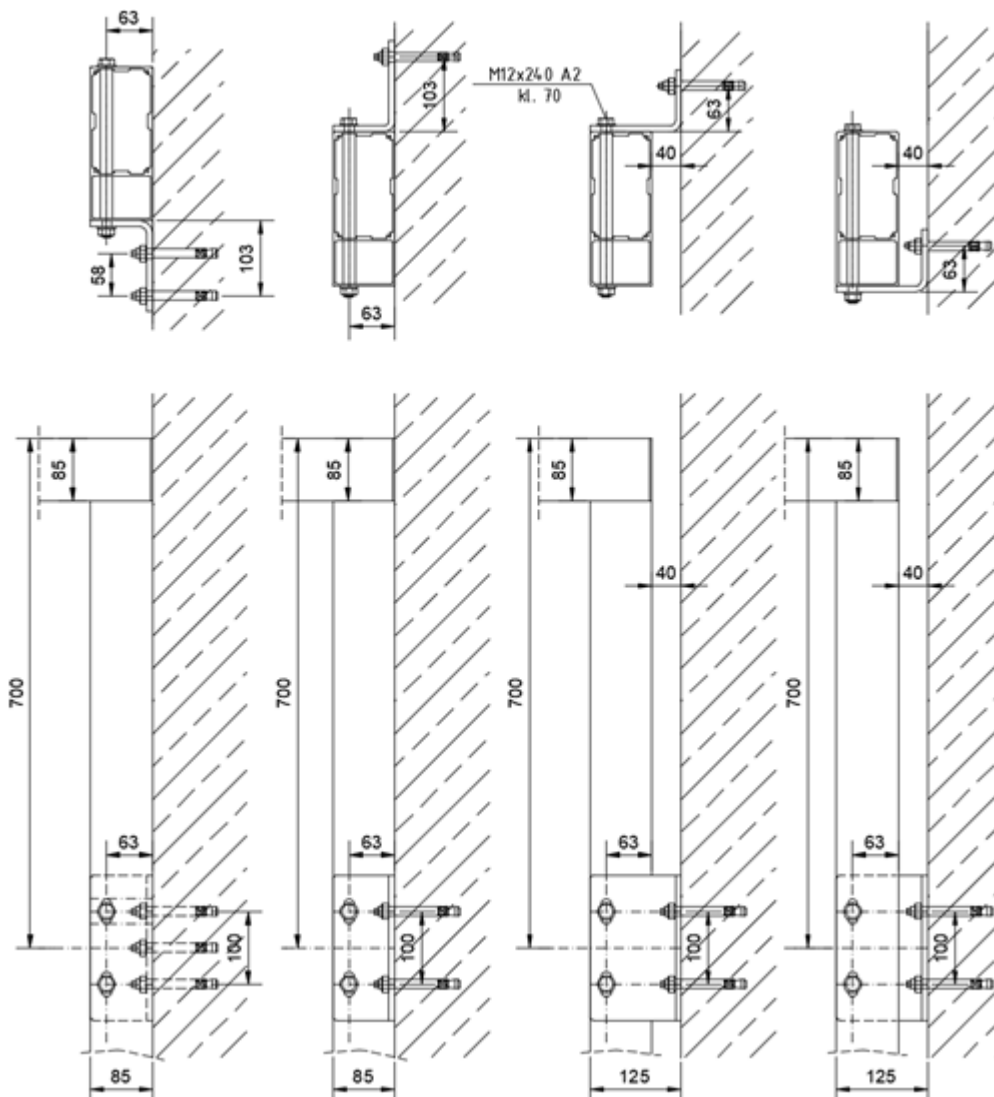

Fig. 62 Version mural raccourci (vue du côté et un plan d'en haut)
- Fixez les ancrages dans le sol en fonction du système d'ancrage choisi. Fixez les deux supports muraux en utilisant les couples d'ancrage recommandés par leur fabricant. Lorsque le support est positionné comme un tabouret sans espacement, 3 ancrages sont nécessaires - deux inférieurs à 100 mm d'entraxe et le troisième supérieur à mi-espace (Fig. 62 et 57).